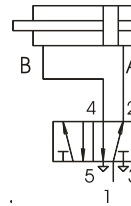

Bild 4
Pneumatik Anschluss, Bild 4, 5
1. Schutzstopfen (2) am Zylinder (1) entfernen.
3. Pneumatikschläuche gemäss Schema anschliessen; Bild 4